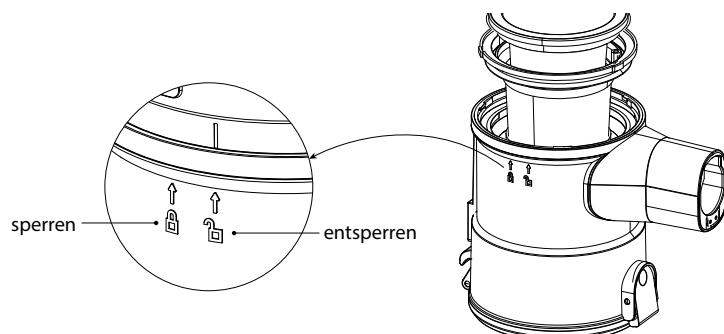

Abb. 2
2. Den Deckel des Staubbehälters (10) leicht drehen und nach oben ziehen. Dabei auf die Markierungen des Behälters achten, die die Entsperrung anzeigen (Abb. 2).